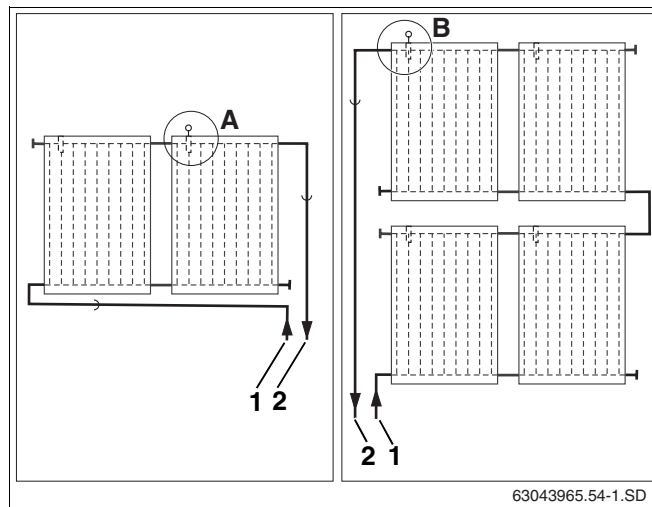

Рис. 32 Место установки датчика коллектора (схематическое изображение)
Обратите внимание на разные места установки при одно- и двухрядной коллекторной системе (рис. 32).
Датчик должен устанавливаться в коллектор, к которому подключена подающая линия (рис. 32, поз. 2).
- Место установки (рис. 32, поз. А) при однорядной коллекторной системе с правой подающей линией.
- Место установки (рис. 32, поз. В) при двухрядной коллекторной системе с левой подающей линией.